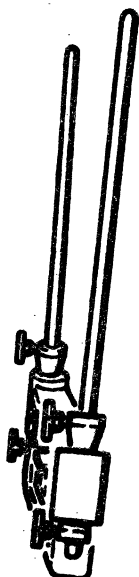

Fig. 5.
5. Verwijder de staafconstructie, stel U opzij van de as op en controleer of de beide ronde staven over hun volledige lengte achter elkaar schuil kunnen gaan. Indien dit niet het geval is, is het aslichaam getordeerd (fig. 5).
5. Déposer le gabarit. Se placer sur le côté de l'essieu et à l'oeil s'assurer nu que les deux tiges montées dans les logements des pivots de fusée se trouvent dans le même plan vertical. Si ce n'est pas le cas, c'est l'indice que le corps d'essieu est tordu (fig. 5).